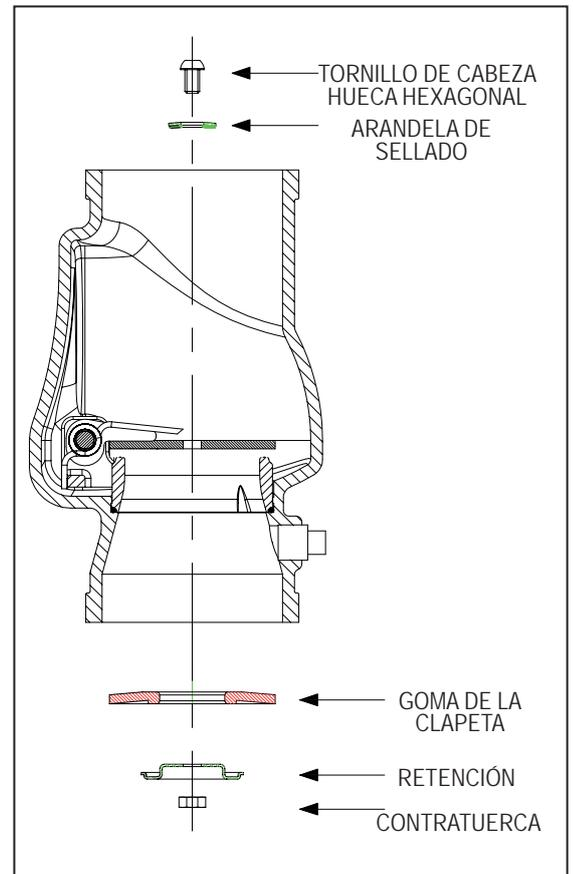
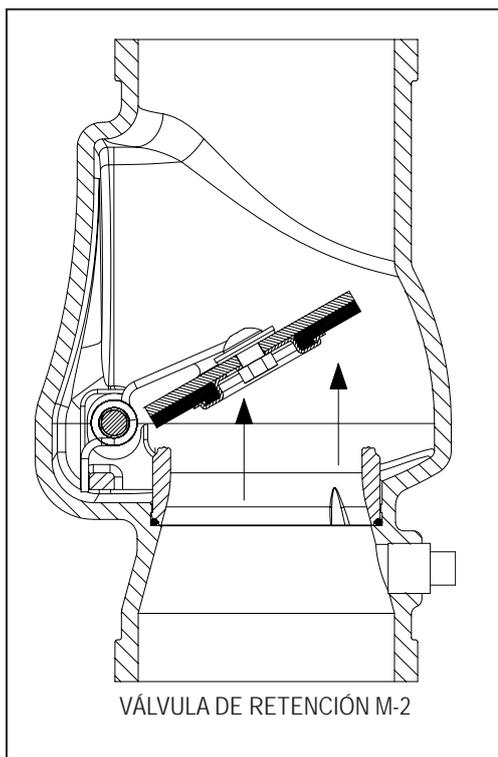
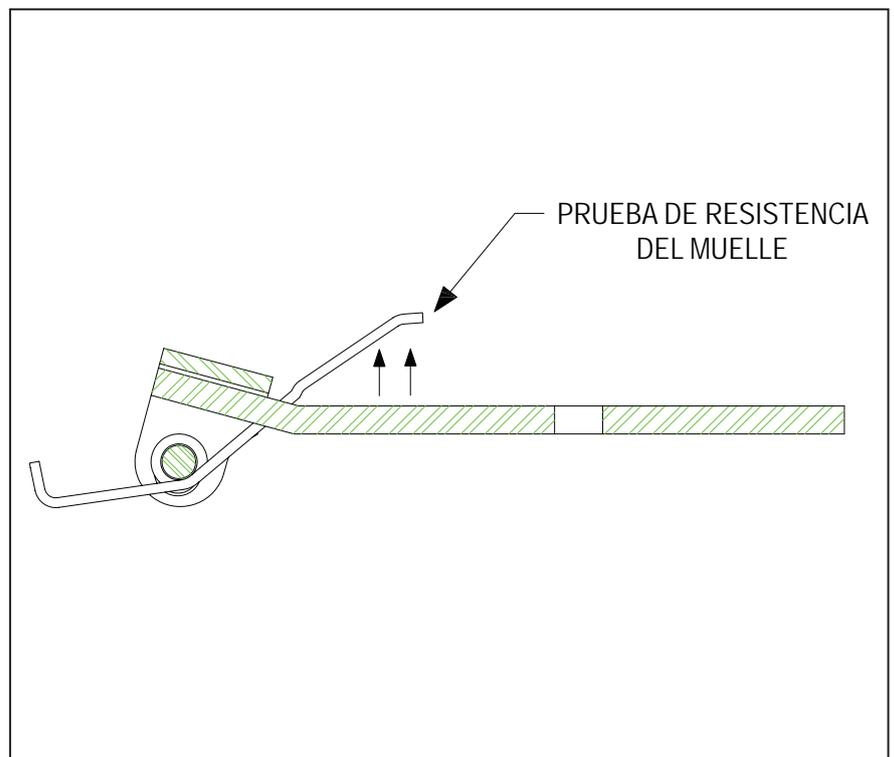

Figura 48
Figura 49
Figura 50
6. Revisar el conjunto tapa/clapeta y la junta de la tapa (válvula de retención M-2) (Figura 48). Comprobar la libertad de la clapeta para girar sobre su charnela (si aplicable) (Figura 49). Para la válvula de alarma modelo J-1, comprobar la tensión del muelle (Figura 50). La tensión en el muelle se genera cuando la clapeta se mueve desde su posición perpendicular a la tapa a la posición de abierta (paso de agua). Reparar o sustituir las piezas dañadas o desgastadas, según sea necesario.